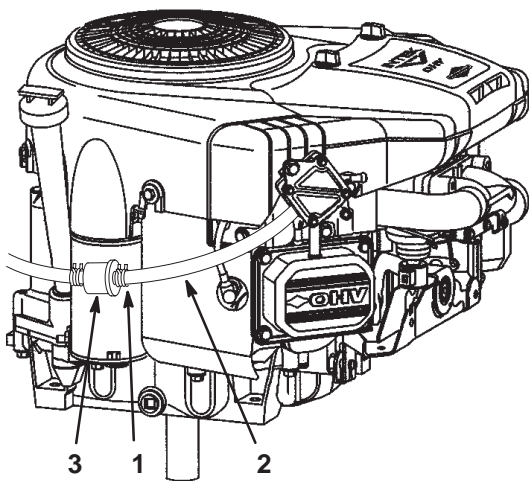

Bild 31
7. Drücken Sie die Enden der Schlauchklemme zusammen und schieben sie an der Kraftstoffleitung nach oben zum Kraftstofftank (Bild 31).
8. Ziehen Sie die Kraftstoffleitung vom Kraftstofffilter (Bild 31) herunter. Lassen Sie das Benzin in einen Benzinkanister oder eine Auffangwanne ablaufen.
Tauschen Sie den Kraftstofffilter alle 100 Betriebsstunden oder mindestens einmal pro Jahr aus. Tauschen Sie den Kraftstofffilter am besten aus, wenn der Tank leer ist (Bild 31). Bauen Sie nie einen verschmutzten Filter wieder ein, wenn Sie diesen aus der Kraftstoffleitung entfernt haben.
7. Drücken Sie die Enden der Schlauchklemmen zusammen und schieben diese weg vom alten Kraftstofffilter (Bild 31).